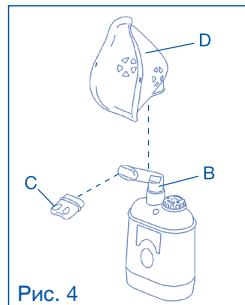

Рис. 4
**4.** Сядьте в удобное положение, держа в руках небулайзер, возьмите в рот мундштук (B) или пользуйтесь носовой насадкой (C) или маской (D) или (E) (рис. 4).